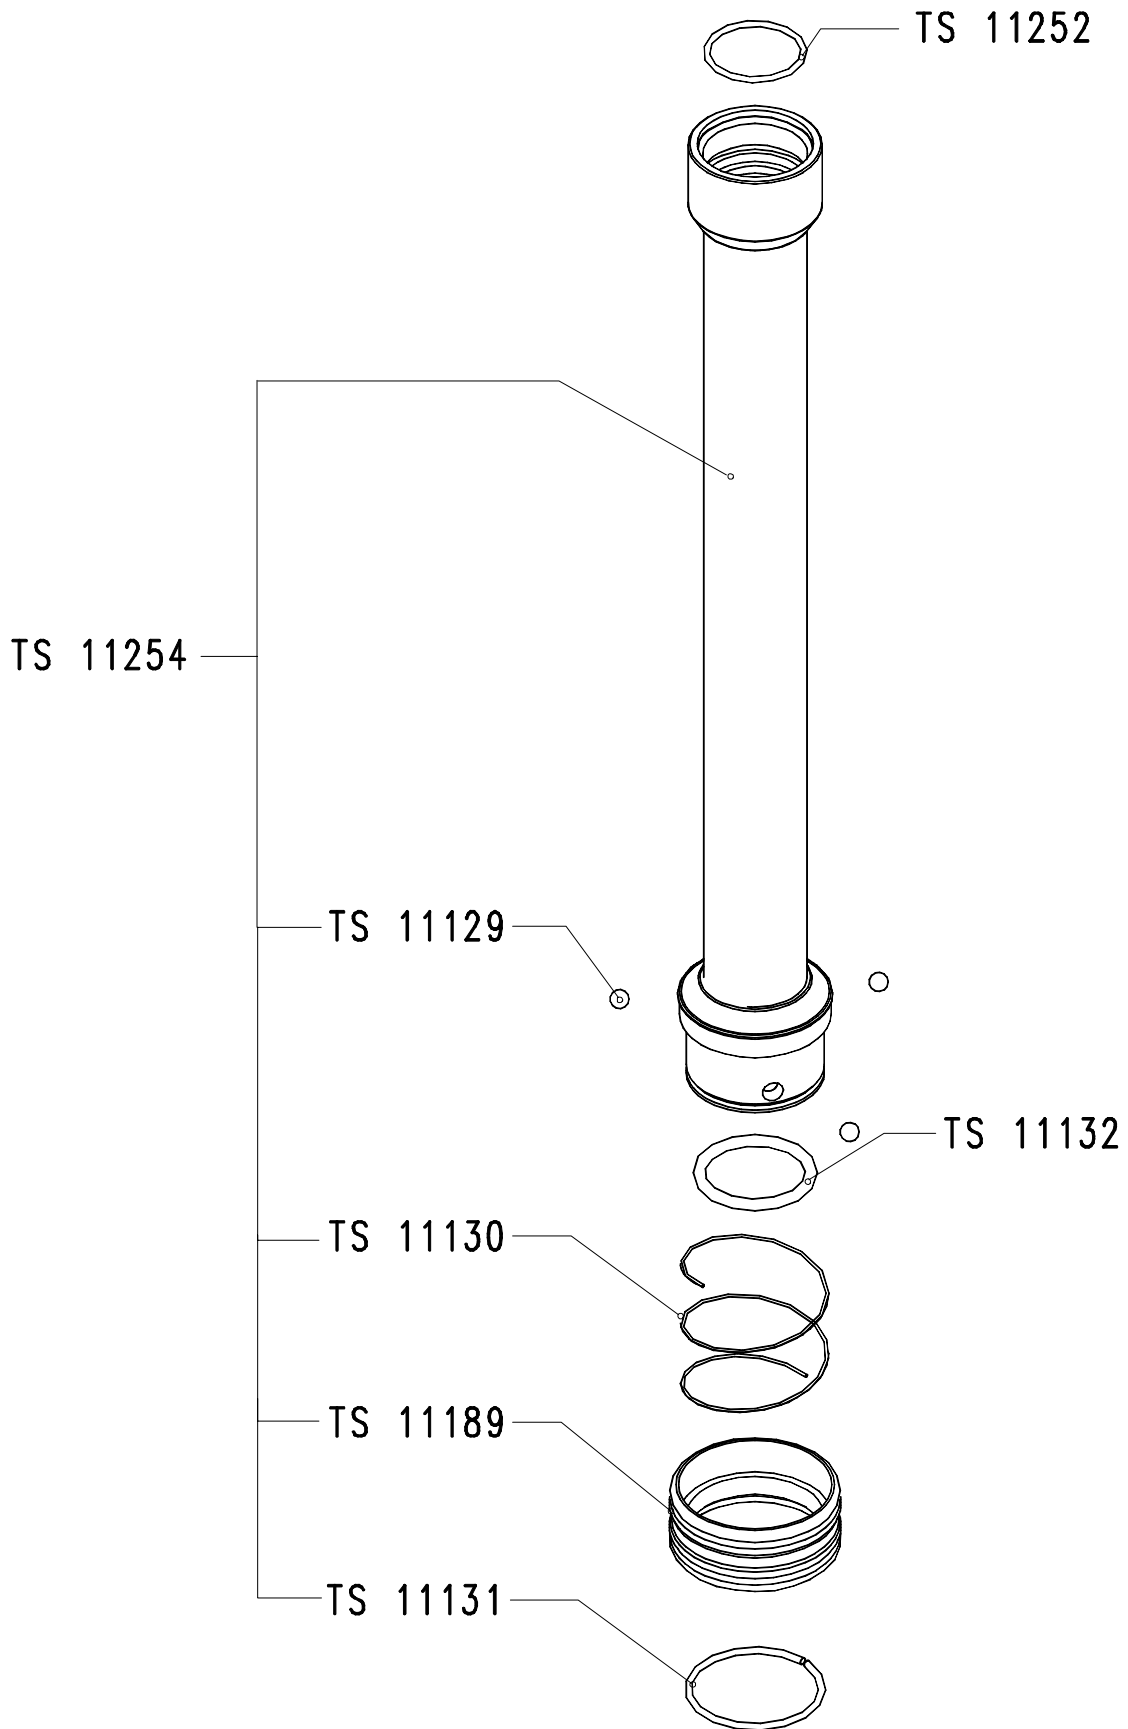

Рисунок 12-5: защитная трубка SS1-Q1 TS 10184, запчасти
- Рисунок 12-5: защитная трубка SS1-Q1 TS 10184, запчасти